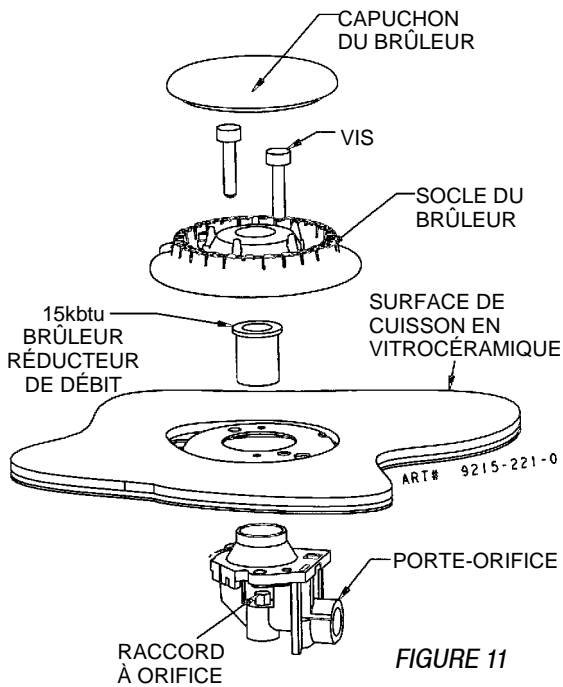

FIGURE 11
Étape 7 : Placer le réducteur de débit du brûleur de 15 kbtu dans le porte-orifice central (voir la figure 11).